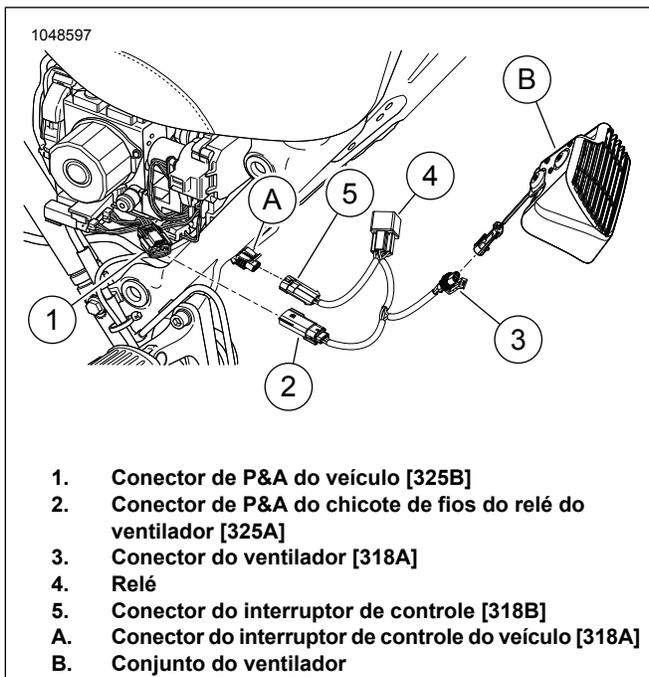

Figura 4. Conectores de chicote de fios
- Veja Figura 4 e Figura 5. Conecte os conectores do chicote de fios.
- a. Conecte o conector de P&A do veículo (1) no conector do chicote de fios do relé do ventilador (2).
- b. Conecte o conector do ventilador no conector do chicote de fios do relé do ventilador (3).
- c. Conecte o conector do circuito do interruptor do chicote de fios do relé do ventilador (3) no conector do veículo (A).